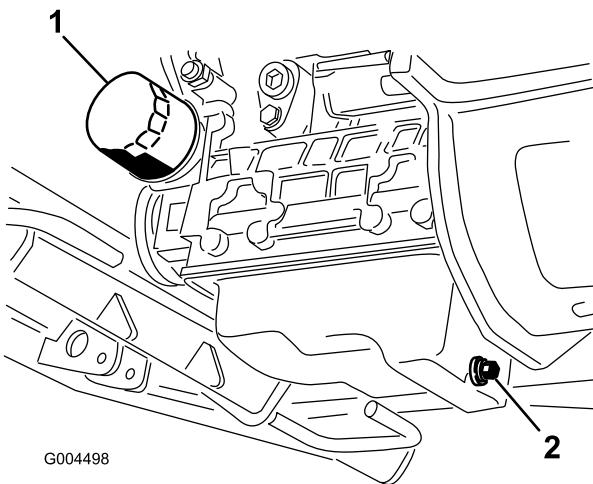

Figura 60
3. Coloque un recipiente debajo del capó, alineado con el tapón de vaciado (Figura 60).